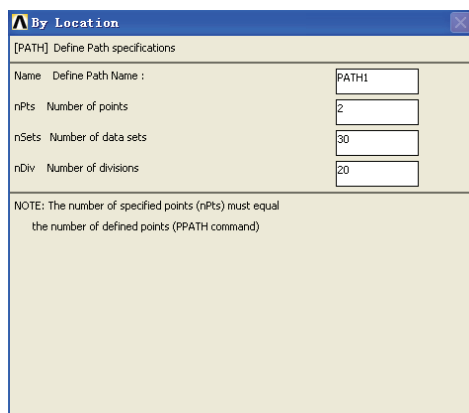

图 6-58 通过位置定义路径对话框
17) 选择 Main Menu | General Postproc | Path Operations | Define Path | By Location 命令, 出现 By Location 对话框, 在 Name Define Path Name: 输入栏中输入 PATH1, 其余选项采用默认设置, 如图 6-58 所示。